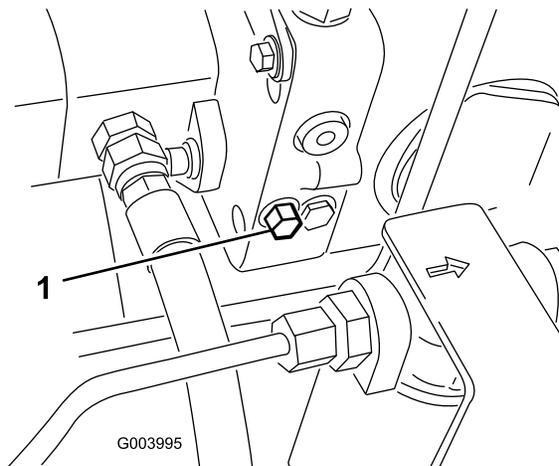

Figura 37
1. La valvola di bypass è situata sul lato sinistro dell'idrostat (Figura 37). Fate ruotare di un giro e mezzo il bullone per aprire e lasciare bypassare l'olio all'interno. Dal momento che il fluido viene bypassato, potete spostare lentamente la macchina senza danneggiare la trasmissione.